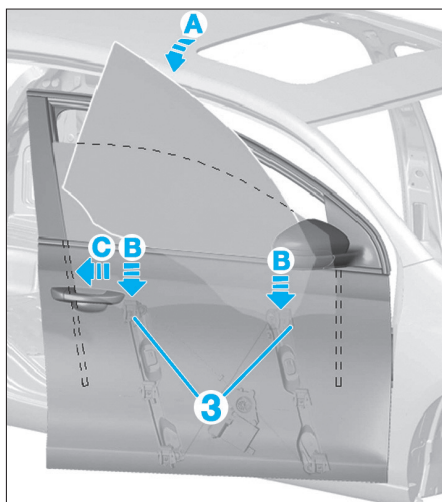

Fig. 66
- Insérer la vitre dans les guide-vitres en la faisant pivoter dans le sens de la flèche (A) (Fig.66).